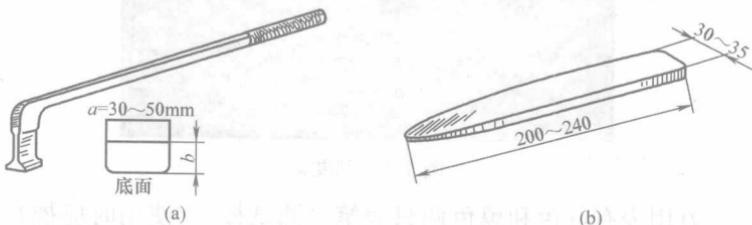

图 1-2 嵌线工具
答 (1) 工具主要有压线板、理线板、弯头剪刀、尖嘴钳、手锤、烙铁等。压线板〔见图 1-2(a)〕是用来压线及折复绝缘的，其压脚宽度为槽上部宽度减去 $0.6\sim0.7\text{mm}$ ，背部为槽口宽度的 $1/3\sim1/2$ ，长度为 $40\sim45\text{mm}$ ，应光滑无尖角。理线板〔见图 1-2(b)〕用竹、塑料或胶木板制成，用来清理槽内导线，纠正匝间交叉等。其头部应磨光滑且厚薄适宜，能插入 $2/3$ 槽深处。